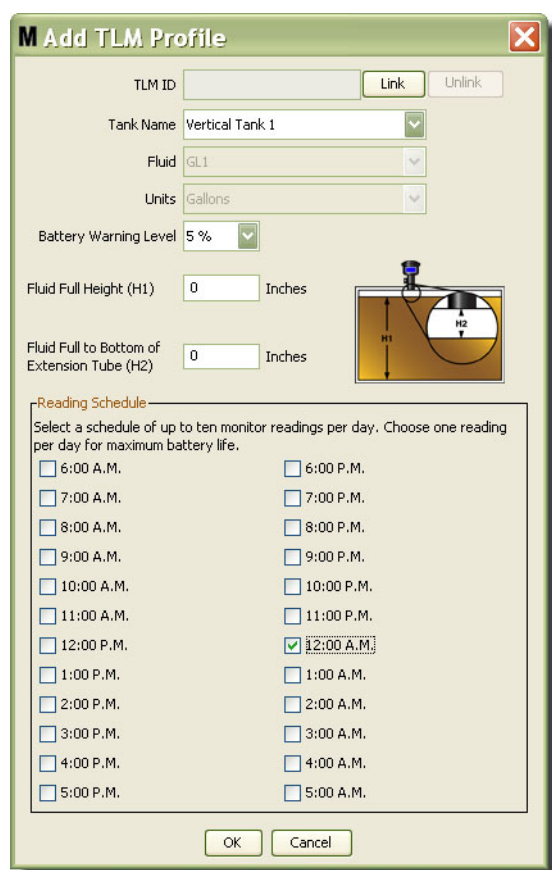

FIG. 108
3. Het scherm voor toevoeging van een TLM-profiel zoals in FIG. 108 wordt weergegeven.
2. Op het pc-scherm zoals in FIG. 108, selecteert u de knop Koppelen en selecteert u in het vervolgkeuzemenu de TLM waarvoor u het profiel aanmaakt. Dit zal de TLM koppelen aan de Matrix-pc en communicatie mogelijk maken tussen de twee apparaten van het systeem.
Wanneer u op de knop “Koppelen” hebt geklikt, is de “Koppelen” knop zoals in FIG. 108 niet langer actief en wordt een knop “Koppeling verbreken” actief. Wanneer u klikt op “Koppeling verbreken”, wordt de koppeling tussen deze TLM en de Matrix-pc verbroken.